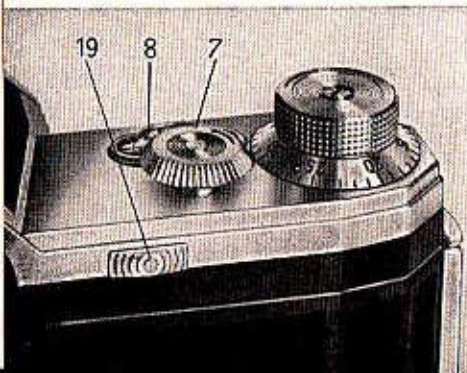

Abb. 2
Die Belichtungszeit wird mit dem Zeiteinstellknopf (7) und dem Knopf (19) an der Zeitscheibe (8) eingestellt (Abb. 2).